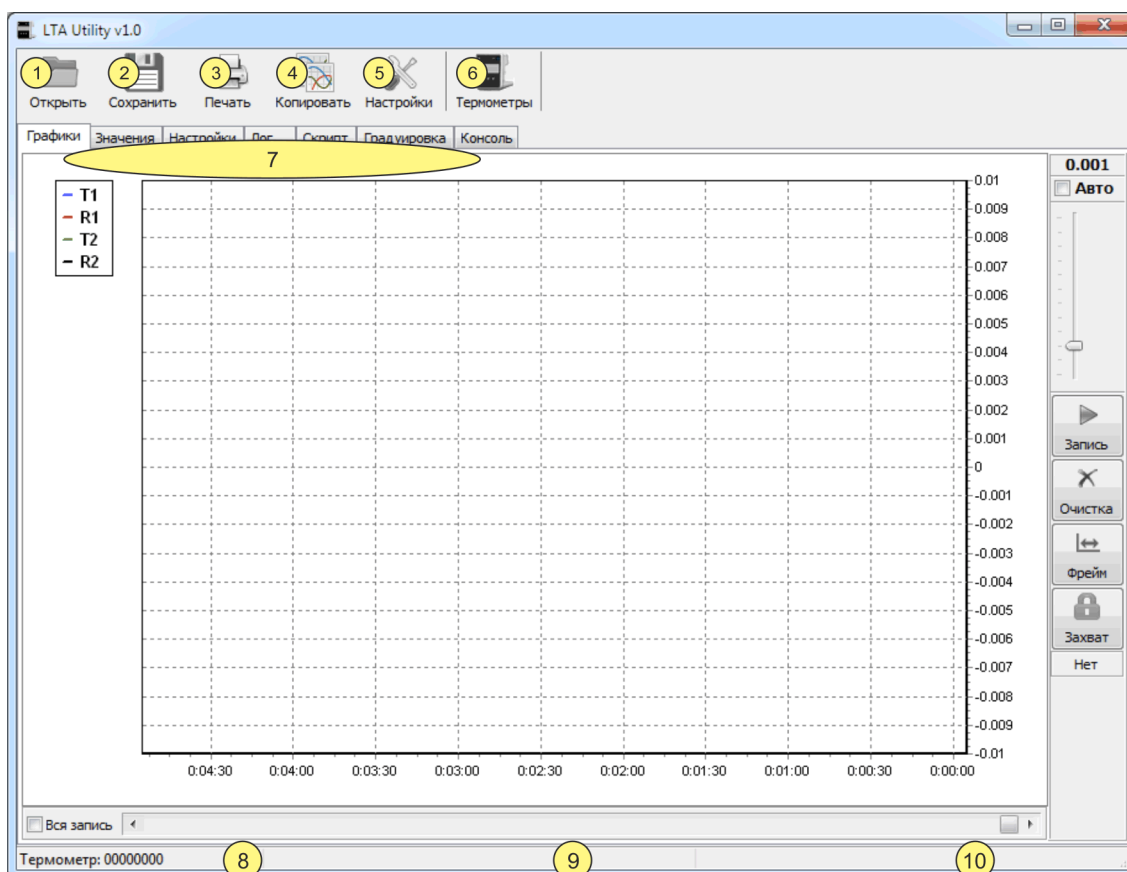

Рисунок 1 — Главное окно программы
К компьютеру может быть подключено несколько термометров, но программа может работать только с одним из них. Чтобы выбрать термометр в качестве текущего, выполнить (см. рисунок 1):
- в позиции 10 рисунок 1 будут отображены среднее значение и СКО, как показано на рисунке 4.